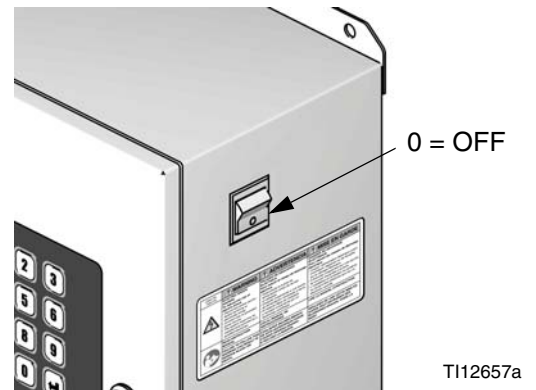

FIG. 24: Alimentación desconectada
1. Apague la corriente ProMix 2KS (posición 0). FIG. 24. Apague también la alimentación en el disyuntor del circuito principal.